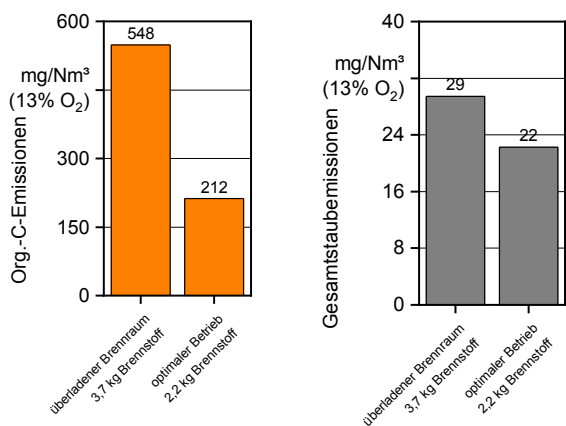

Abbildung 2: Auswirkungen von Heizfehlern an einem modernen Scheitholz-Kaminofen (7 kW). Jede Säule stellt den Mittelwert aus je 3 Messungen dar.
unter 10 Prozent, ist das Scheitholz zu trocken. Das würde eine zu intensive Verbrennung mit teilweisem Luftmangel bewirken. Zu feuchtes Holz hingegen entzieht dem Brennprozess Wärme für die Wasserverdunstung und erhöht das Abgasvolumen. Für eine saubere Verbrennung sind hohe Feuerraumtemperaturen jedoch entscheidend. Außerdem benötigen Verbrennungsreaktionen Zeit, weshalb sich die gebildeten Brenngase ausreichend lange im Brennraum aufhalten sollen. Das wird aber durch die höhere Abgasmenge bei feuchtem Brennstoff erschwert. Zudem kann eine höhere Holzfeuchte beim Auflegen auch noch das Zünden verzögern, wodurch es zu ähnlichen Schwelgasproblemen kommen kann wie beim oben beschriebenen Heizfehler 2. Im dargestellten Messbeispiel (siehe Abbildung 2) wurde bei optimalem Heizbetrieb auf eine heiße Grundglut einmalig eine feuchtere Holzaufgabe mit 29 Prozent Wassergehalt eingefüllt. Das führte bei den Kohlenwasserstoffen zum 4,8-fachen und beim Staub zum 4,3-fachen Schadstoffausstoß.
Soll der Ofen bei einer längeren Abwesenheit möglichst lange brennen ohne erneutes Nachlegen, wird oft eine größere Holzmenge in den Brennraum gegeben. Damit wird versucht, die zündfähige Glut lange zu erhalten. Dieser Fall wurde nachgestellt, indem die vom Ofenhersteller empfohlene Nachlegemenge um 70 Prozent erhöht wurde. Hierbei sind zwar die Schadstoff-Auswirkungen weniger gravierend als bei den vorgenannten Heizfehlern. Dennoch kommt es zu Emissionsproblemen, da der Kohlenwasserstoffausstoß um das 2,7-fache höher ist (siehe Abbildung 2). Beim Staub liegt der Wert beim 1,3-fachen des optimalen Betriebs.
■ Bild 2: Beispiele zweiter untersuchter Anzündvarianten (Zündstapel) (Foto: Robert Mack)
kreuzweise gestapelt, bevor anschließend gezündet wird. Es gibt allerdings auch Kaminöfen, die beim „Anzünden von unten“ bessere Ergebnisse erzielen. Bei den Messungen am TFZ war dies der Fall, diese Variante wurde deshalb sowohl „sorgfältig“ als auch „nachlässig“ ausgeführt und vermessen (siehe hierzu Bild 2).